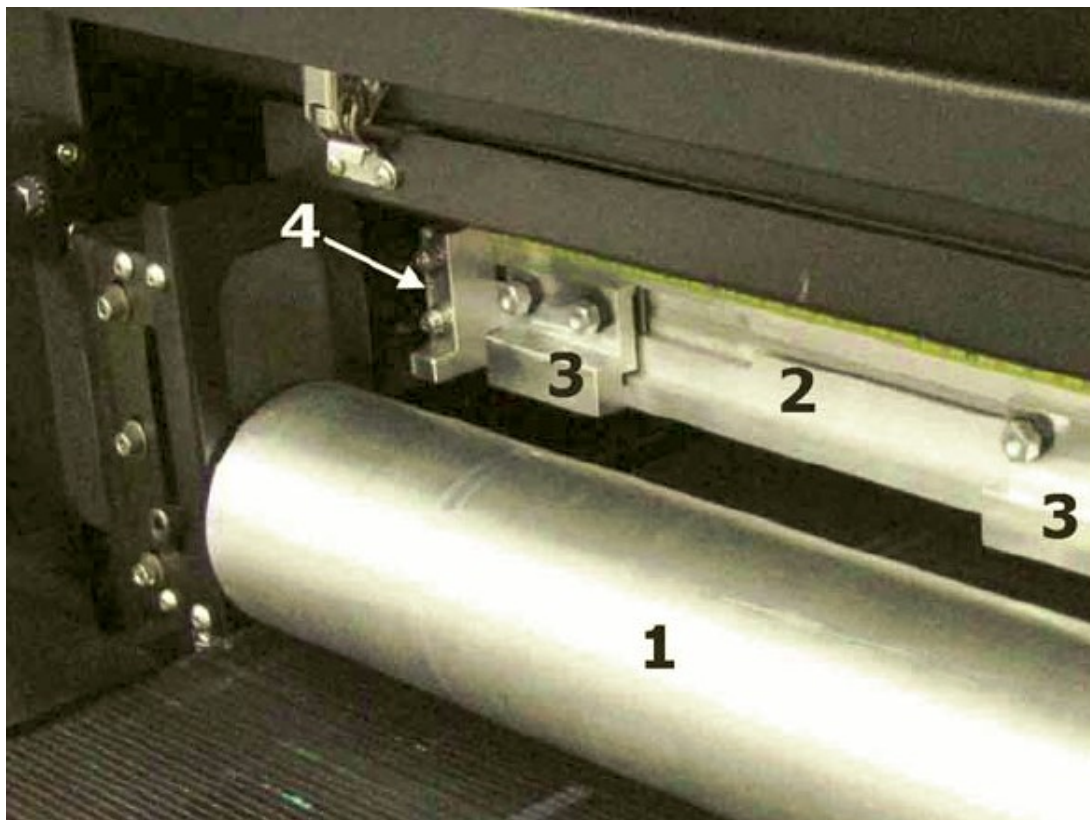

Рисунок 4-12: Рамка/отбойник и настраиваемые упоры выравнивания материала
2. Переместите выравнивающий упор, Рисунок 4-12 пункт 3, на желаемое расстояние, по выравнивающей рамке. Расположите один упор слева, второй по центру, третий справа от края устанавливаемого листа запечатываемого материала.
Примечание: Не трогайте крайний левый и крайний правый выравнивающие упоры, Рисунок 4-12 пункт 4. Смещение этих упоров приведет к порче характеристик офсетов **Fence Stop Left** и **Fence Stop Right**.